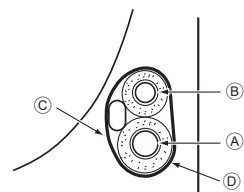

Рис. 4-4
4.3.1. Укладка в место для трубок блока (Рис. 4-4)